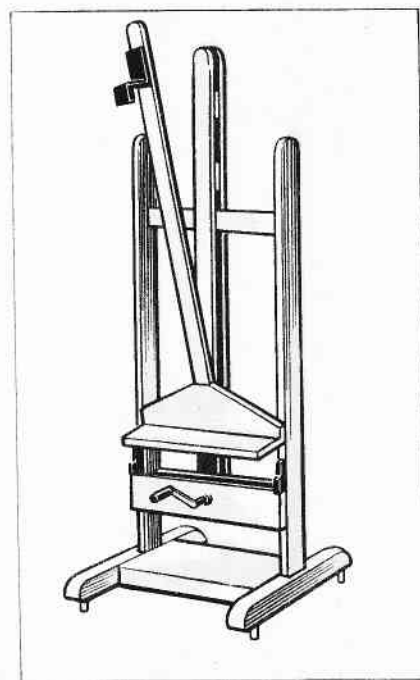

Рис. 22. Стационарный мольберт с подъемным механизмом.
**Стационарный мольберт** с подъемным механизмом (рис. 22) предназначается для живописных работ больших размеров в мастерской.